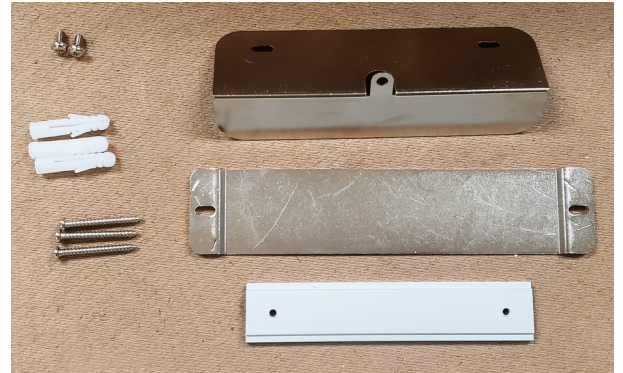

figure 10-1
- a. Commencez en enlevant le contenu de l'emballage LMWM. **Fig 10-1.**